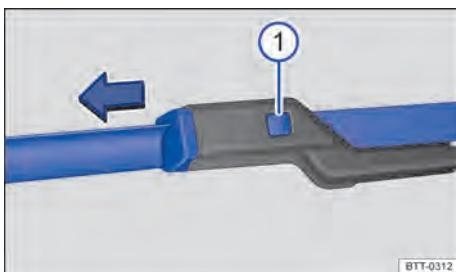

Fig. 148 Substituir as palhetas dos limpadores do para-brisa.
- Manter o botão de destravamento → Fig. 148 ① pressionado e, ao mesmo tempo, retirar a palheta do limpador do para-brisa no sentido da seta.